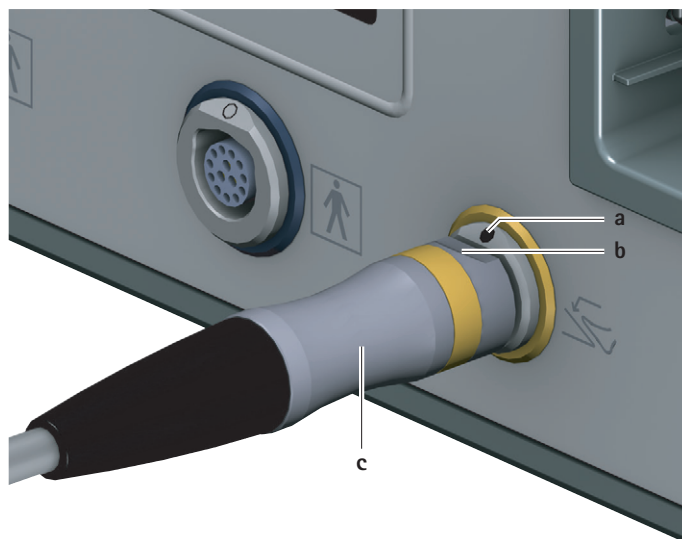

Fig. 2 Raccordement de la commande au pied
- Orienter le connecteur de la commande au pied **c** de telle sorte que le repère **b** sur le connecteur coïncide avec le repère **a** sur la prise de raccordement pour commande au pied **6**, voir Fig. 2.
- Retirer le connecteur de la commande au pied c hors de la prise de raccordement pour commande au pied **6**, voir Fig. 2.